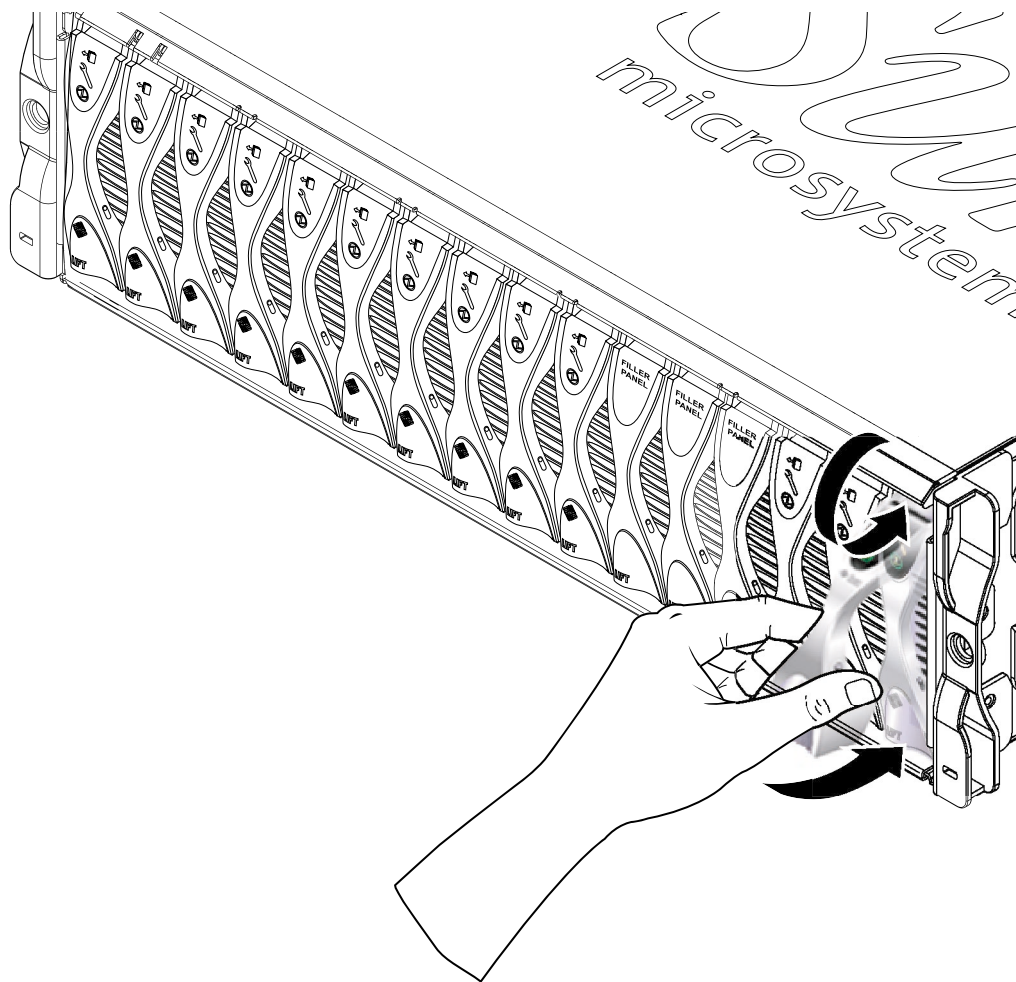

図 4-6 ブレードレバーのロック
6. ブレードレバーを押し下げて完全に閉じます。完全に閉じると、ラッチが所定の位置に固定されてカチッと音をたてます。これで、ブレードがシャーシのスロットに接続されます (図 4-6)。